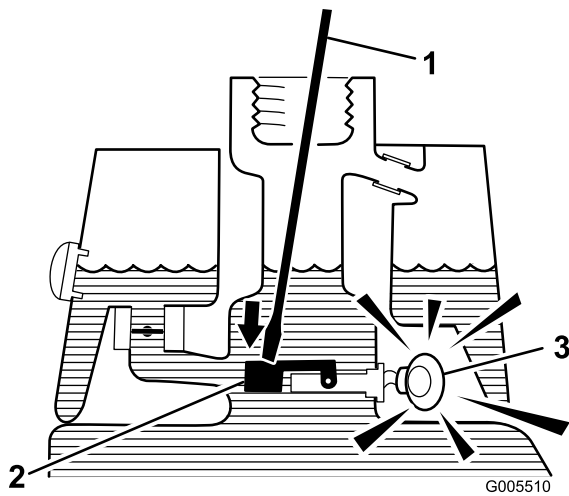

図 27
3. 汚れのない棒やドライバを差し込んで、フロートを軽く押さえてやる(図27)。秒後にアラームが鳴れば正常である。